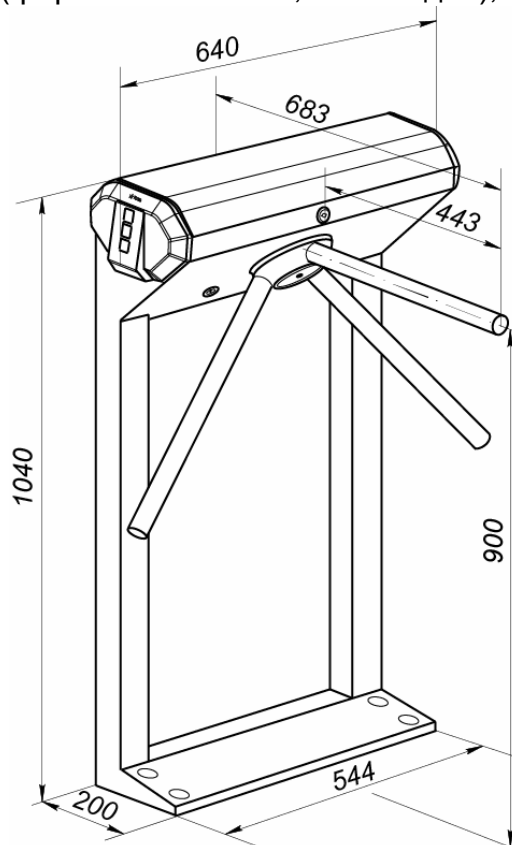
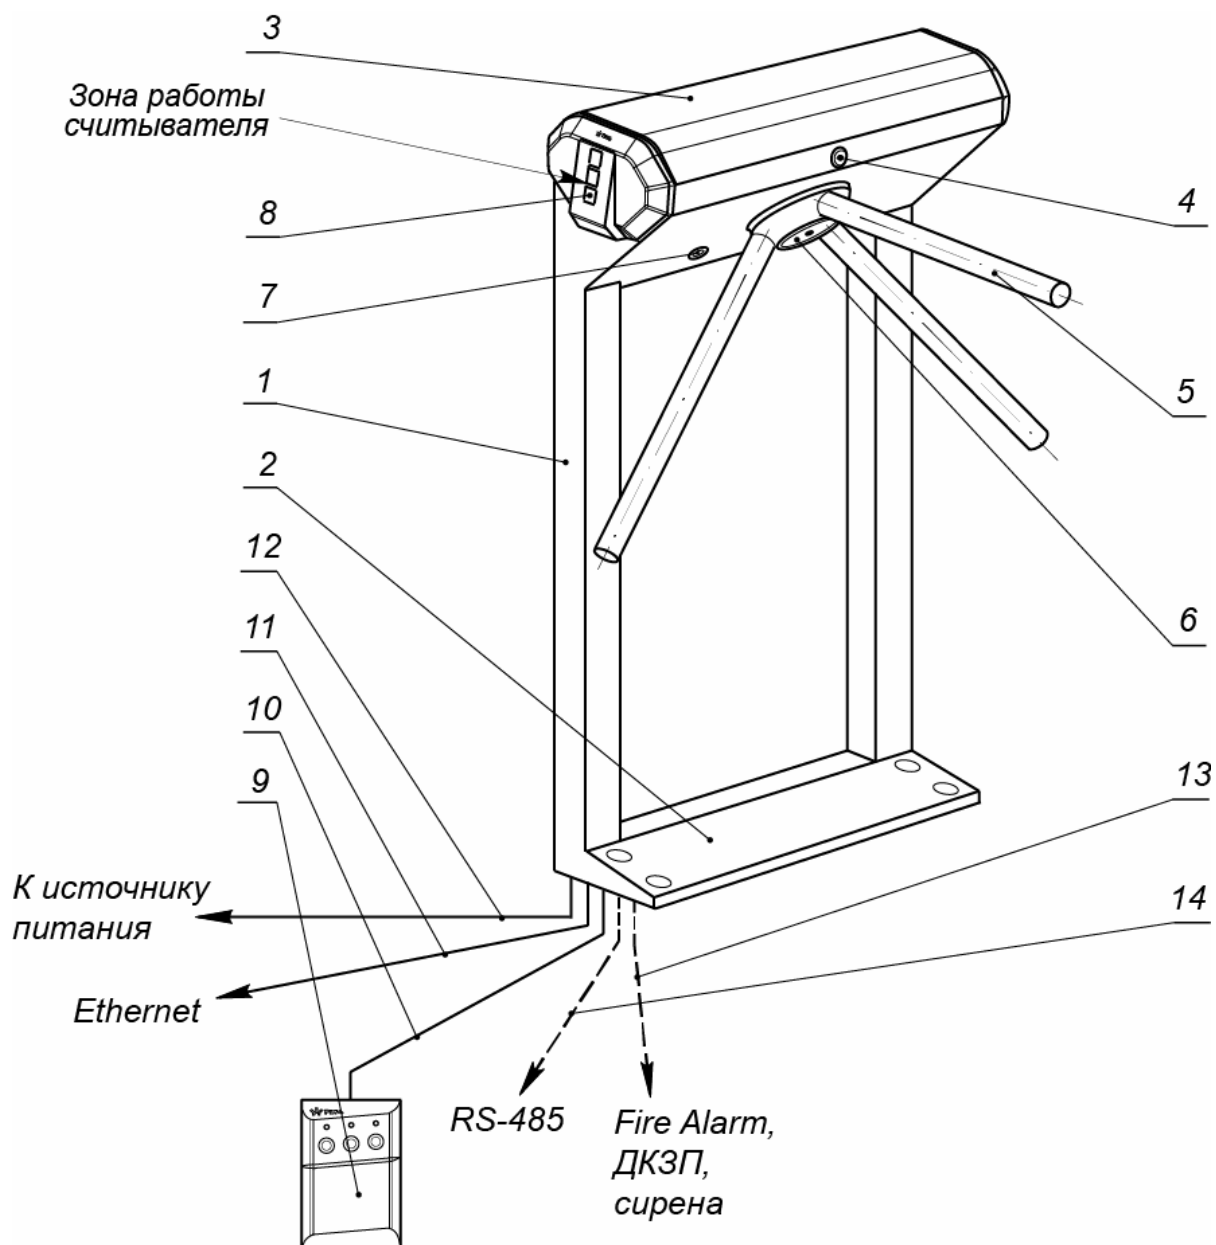

Рисунок 1. Габаритные размеры ЭП
Рисунок 2. Устройство ЭП
5.2.1 Устройство ЭП показано на рис. 2. Номера позиций в тексте руководства указаны в соответствии с рис. 2. Габаритные размеры ЭП показаны на рис. 1. ЭП состоит из стойки со встроенными контроллером и двумя считывателями, трех преграждающих планок и ПДУ (см. рис. 2, позиции 1-3, 5 и 9).